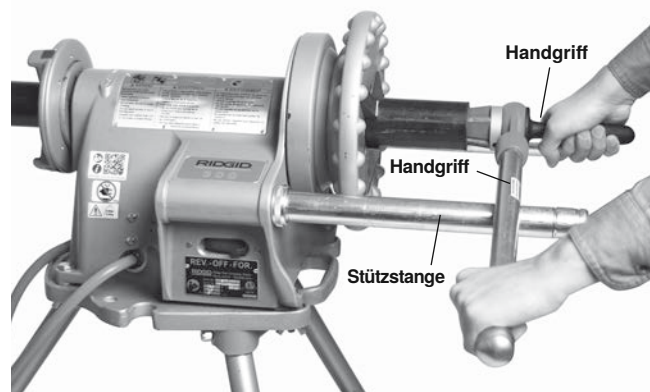

Abbildung 16 - Innenrohrfräsen mit Handreibahle, (Griff des Innenrohrfräasers in Kontakt mit der Stützstange halten)
2. Setzen Sie den Innenrohrfräser in das Rohrende ein, wie in *Abbildung 16* gezeigt. Legen Sie den Griff des Innenrohrfräasers auf die Stützstange auf der Schalterseite und halten Sie den Griff des Innenrohrfräasers mit der rechten Hand.